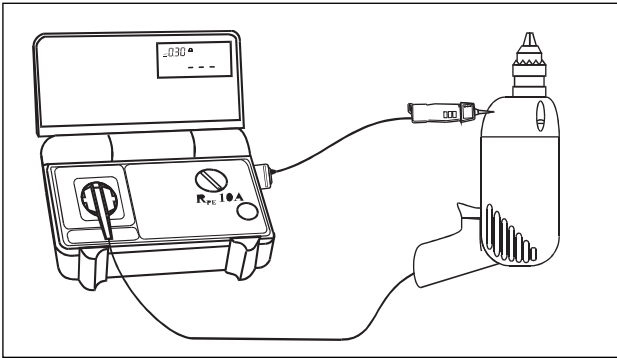

Abb.7.9
- Die Prüfspitzen des COMMANDER 1 (ggf. mit Messzubehör) mit dem Prüfling wie in Abbildung 7.9 dargestellt verbinden: